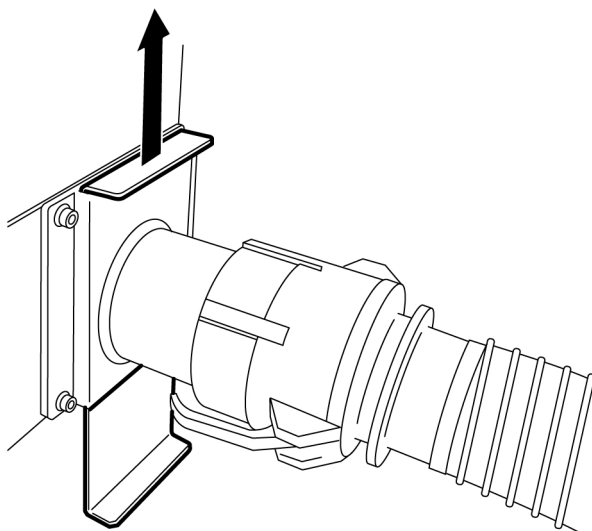

Figure 4-5. Papillon coulissant en position supérieure
1. Amenez le papillon coulissant jusqu'à sa position extrême, voir Figure 4-5, page 18. Laissez passer environ 3 secondes.